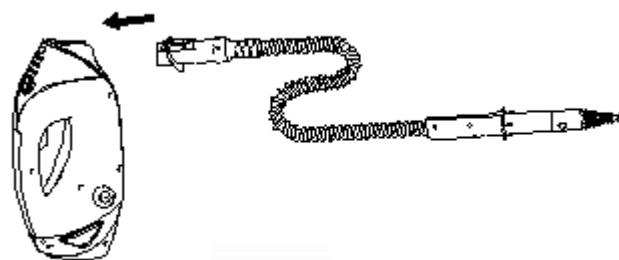

fig.15
- Pour utiliser le tuyau, fixez-le d'abord au nettoyeur à vapeur portatif jusqu'à ce qu'il se mette en place avec un déclic. (fig.15)